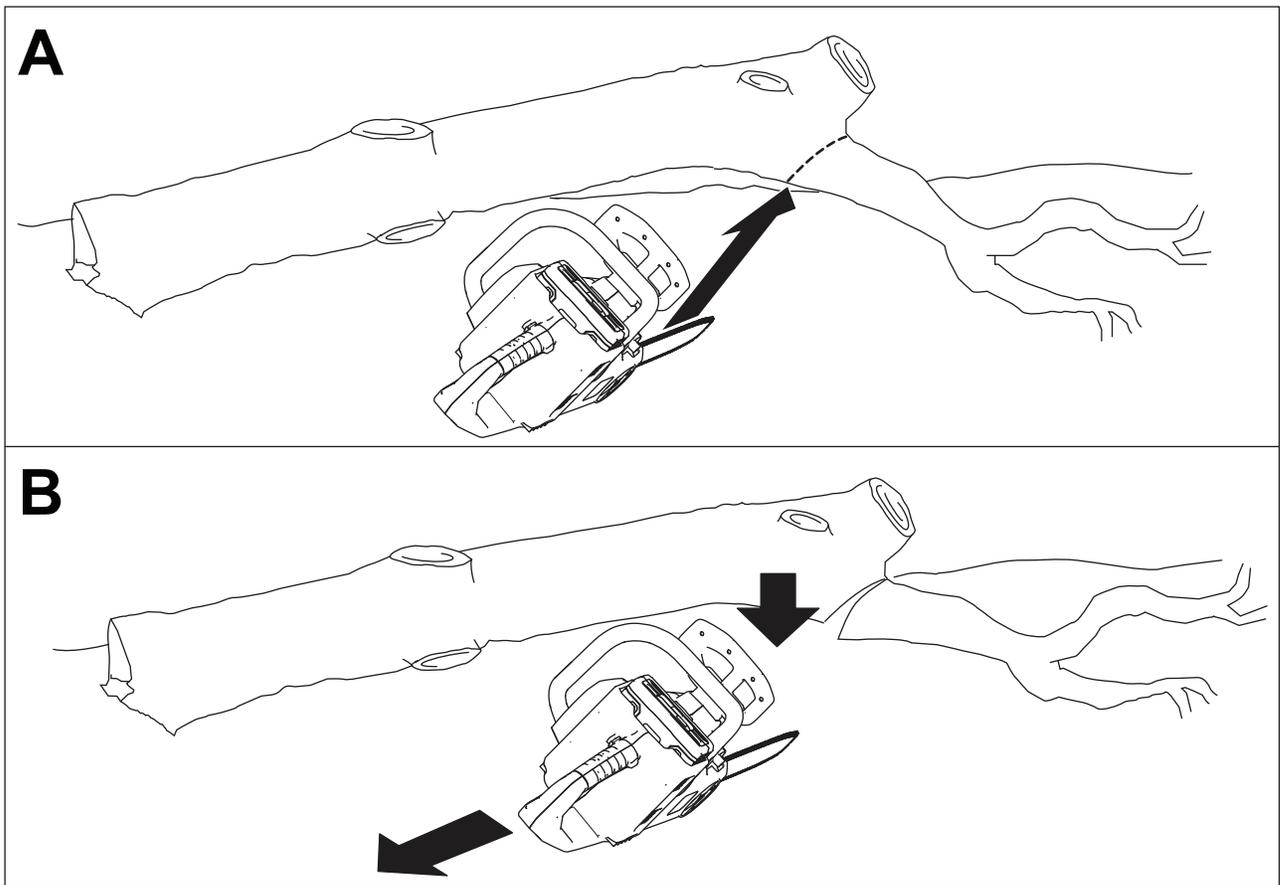

Figura 18
3. Corte las ramas más grandes que estén soportando el peso del árbol de abajo hacia arriba, para que las ramas no atrapen la cuchilla de la sierra (Figura 18).